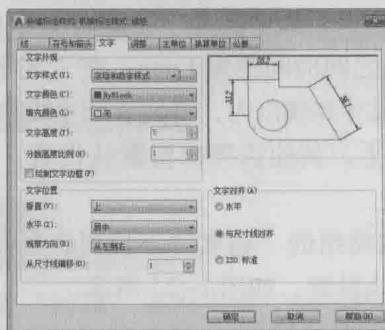

图 1-26 设置“线性”标注文字的对齐方式
2. 单击“继续”按钮，弹出“新建标注样式”对话框，打开“文字”选项卡，在“文字对齐”选项组中选中“与尺寸线对齐”单选按钮，如图 1-26 所示。